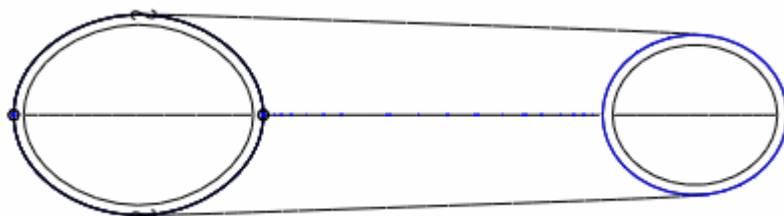

图 61-13
(2) 单击按钮 ，打开【剖面】对话框，选择大椭圆端面为草绘平面，选择 FRONT 基准面为视图方向参照。
(3) 使用“通过边创建图元”工具 ，选中大椭圆边线作为拉伸截面，如图 61-13 所示。